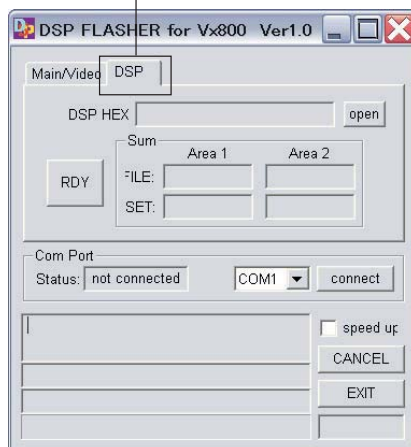

Fig. 11
2. Select "DSP". (Fig. 11)
2. 「DSP」を選択します。(Fig. 11)